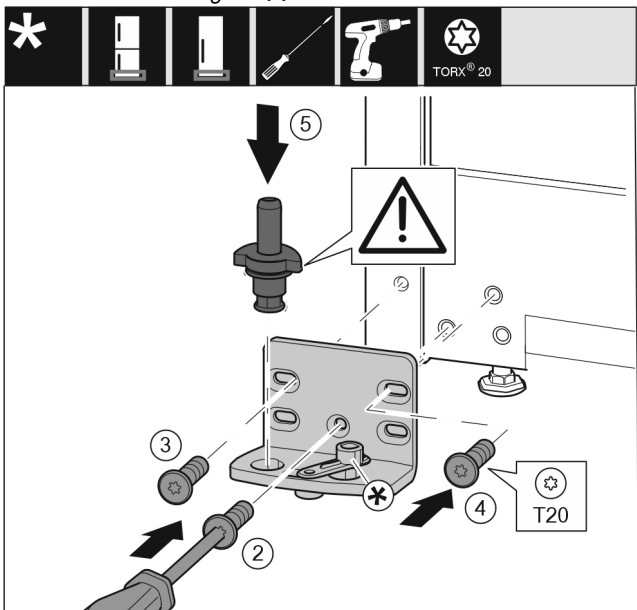

Fig. 14
- Поставете лагерната стойка от другата страна и я завийте с помощта на отвертка T20. Започнете с винт 2 долу в средата. Fig. 14 (2)
- Затегнете винт 3 и 4. Fig. 14 (3,4)
- Вкарайте изцяло лагерния болт. При това обърнете внимание на това, фиксиращата гърбица да сочи назад. Fig. 14 (5)